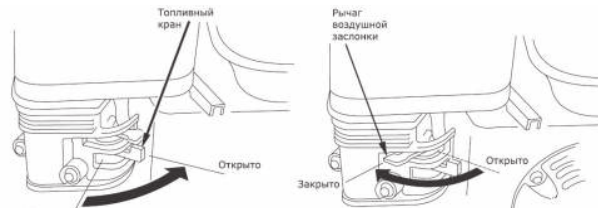

Рис. 8
3. Поверните топливный кран в положение «**Открыто**» (Рис. 8);
4. Переведите рычаг воздушной заслонки в положение: (Рис. 8)